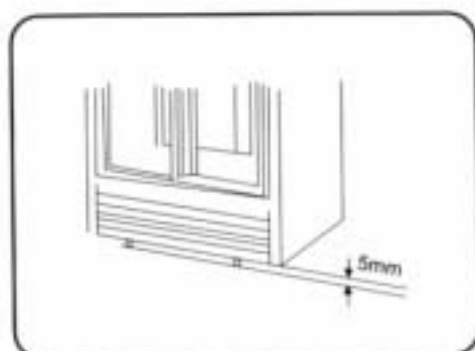

图 4
3. 展示柜放置好后，调节前面地脚螺栓的高度，使前面的滚轮离开地面约 5mm。（图 4）